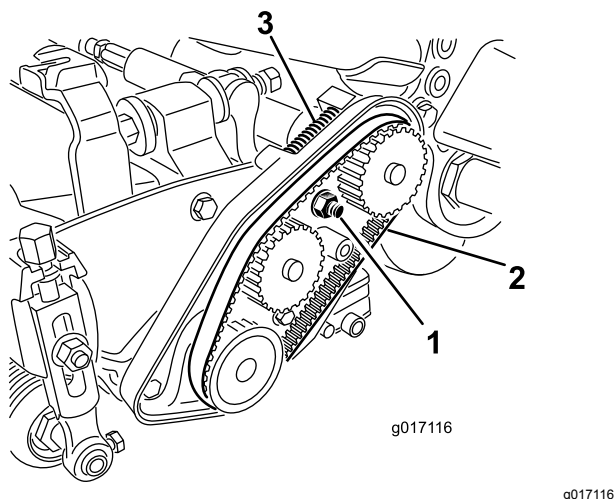

图17
- 松开轴承座螺母图17。
- 拆下皮带 (图17)。
- 确保压缩弹簧对皮带 (图17) 施加张紧力。